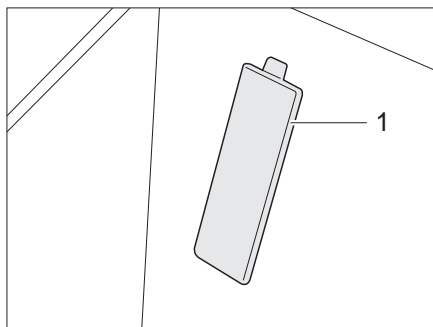

Bild 286 Abdeckung Fahrgestellnummer (Basisfahrzeug Fiat)
- ▷ Die Fahrgestellnummer befindet sich bei Fahrzeugen auf Fiat-Basis hinter einer Abdeckung (Bild 286,1) im Einstieg auf der Beifahrerseite.